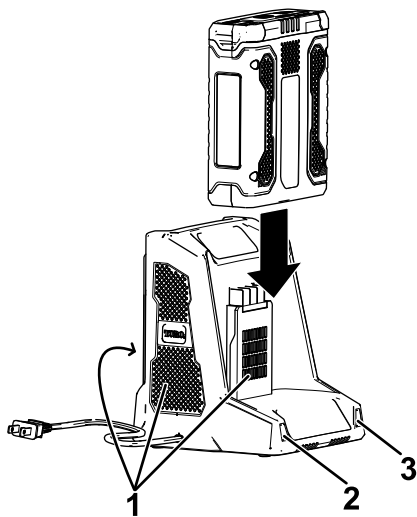

Figure 12
- 4. Glissez la batterie dans le chargeur jusqu'à ce qu'elle soit bien enclenchée (Figure 12).